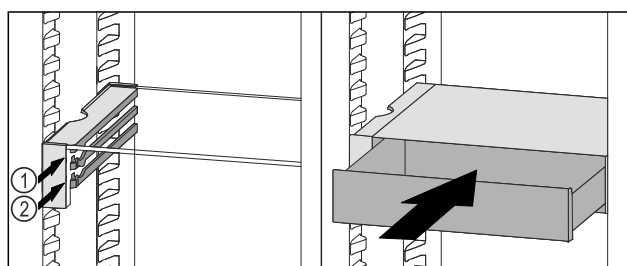

Fig. 111
- ▶ Posizionare il cassetto VarioSafe dietro i tappi sulla nervatura desiderata Fig. 111 (1) o Fig. 111 (2).